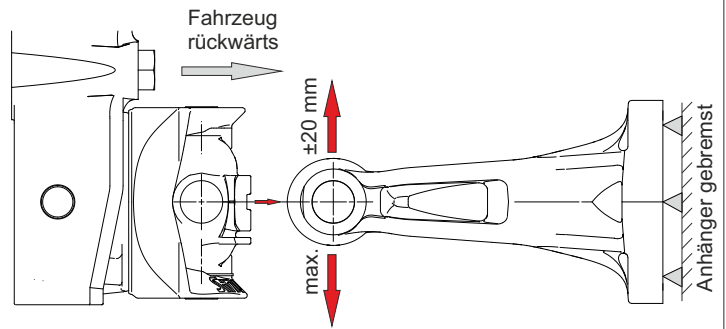
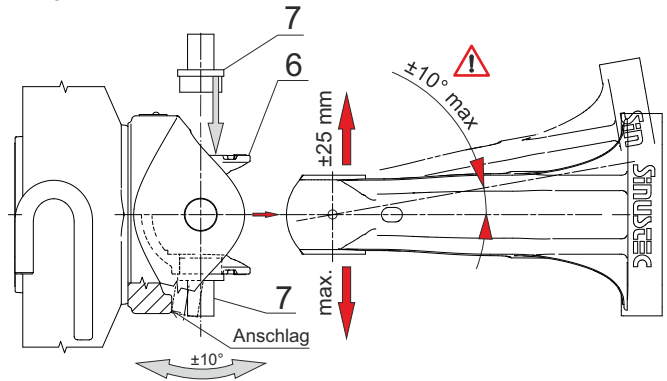

Bild 4
Bild 5
4.1.1 Klappsplinte (9) und Kupplungsbolzen (5) herausnehmen [Bild 1] Zugfahrzeug und Anhänger in eine Position zueinander bringen, wie in Bild 4 und Bild 5 dargestellt. Die angegebenen maximalen Abweichungen dürfen nicht überschritten werden. Beide Anschlagbolzen (7) einsetzen [Bild 5] Langsam rückwärts fahren, bis die Zugöse komplett im Fangmaulgrund aufgenommen ist. Die Zugösenaufnahme (6) muss sich dabei zur Zugöse ausrichten.